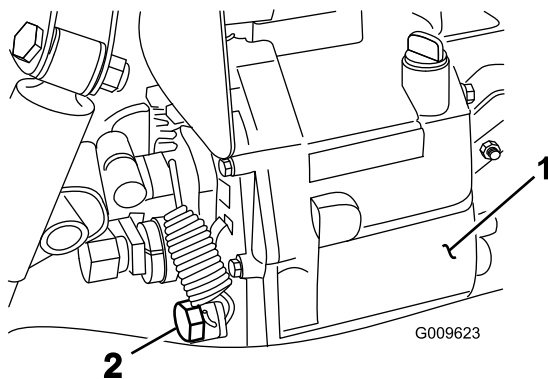

Bild 72
2. Nehmen Sie die Ablassschraube an der Seite des Behälters ab und lassen Sie die Hydraulikflüssigkeit in die Auffangwanne ablaufen (Bild 72).